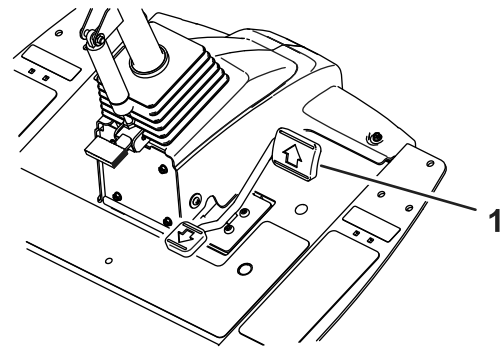
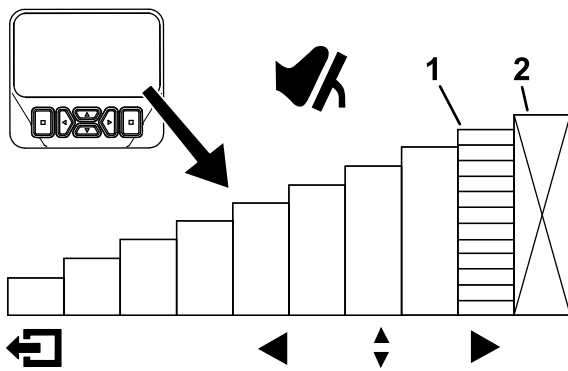

Bild 28
Bild 29
Um vorübergehend die Höchstgeschwindigkeit der Maschine einzustellen, drücken Sie das Fahrpedal ganz nach vorne (Bild 28). Sie können eine separate Geschwindigkeit für den Mäh- und Transportbetrieb einstellen (Bild 29).
- Um auf diese Funktion zuzugreifen, drücken Sie auf dem Hauptbildschirm die Navigationstaste nach oben oder unten (Bild 29).